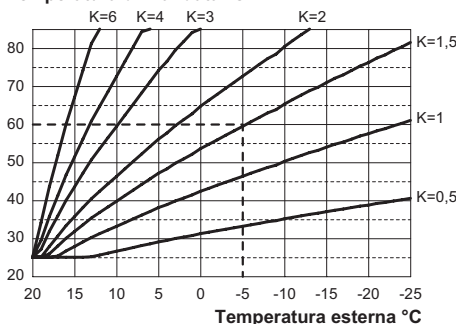

Figura 5.44
Se alla caldaia **È COLLEGATO** il comando remoto riferirsi alla Figura 5.44.
daia al variare della temperatura esterna. Quando si installa la sonda esterna bisogna impostare questo parametro in base al rendimento dell'impianto di riscaldamento per ottimizzare la temperatura di mandata (Figura 5.44).
Es. Per avere una temperatura di mandata all'impianto di riscaldamento di 60°C con una esterna di -5°C si deve settare un K di 1,5 (linea tratteggiata in Figura 5.44).
- Utilizzando i tasti 19 o 20 è possibile modificare il valore del parametro 15 da un minimo di **01** ad un massimo di **60** in base alla curva scelta del coefficiente K in Figura 5.44 (il valore letto sul display corrisponde a valori decimali di coefficienti K).